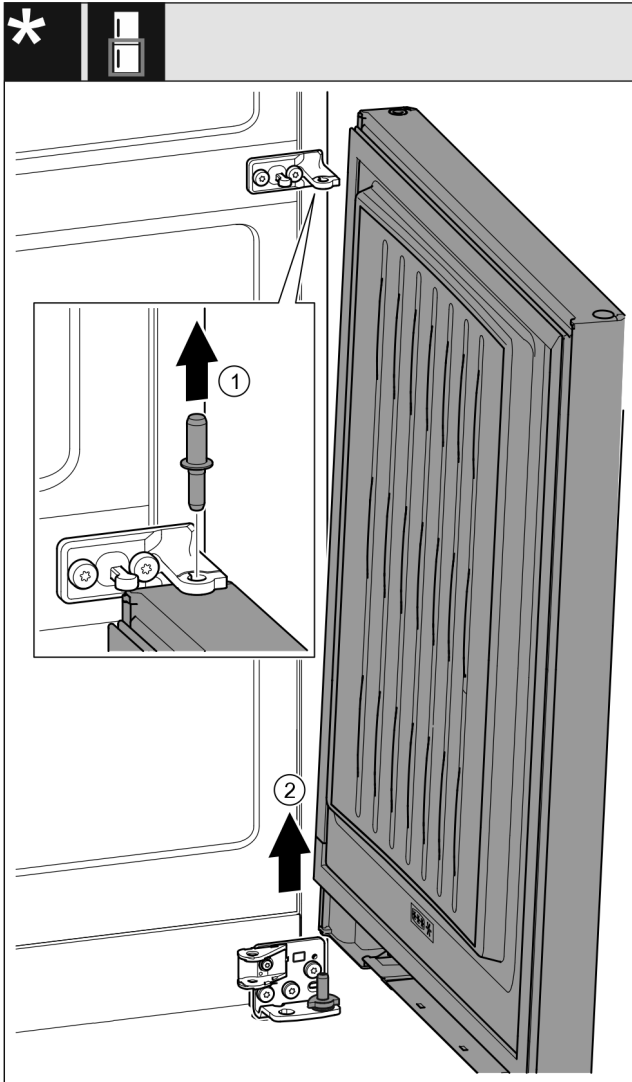

Fig. 27 Mit Schließdämpfer*
- Bolzen Fig. 27 (1) nach oben herausziehen.*
- Tür Fig. 27 (2) herausschwenken, nach oben ziehen und beiseitestellen.*